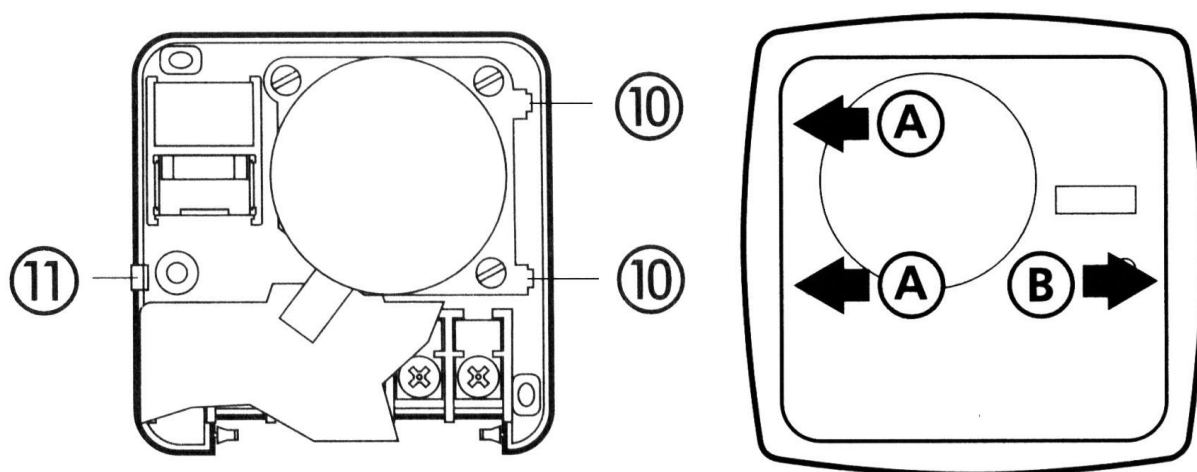

Fig.2
- Introduceti firele de conexiune prin orificiile de pe partea inferioara a termostatului si demontati placuta (8) care acopera regleta cu borne.
- Asamblati carcasa prin introducerea celor doua carlige de blocare (10) in locasurile prevazute A si apasati putin catre baza pana cand pintenul de blocare (11) al carligului patrunde el insusi in propriul spatiu de fixare B (Fig.2).